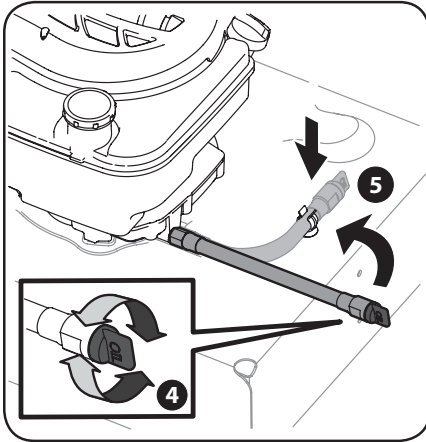

Figura 4-5
- Una vez que se haya terminado de drenar el aceite, enrosque la tapa nuevamente en el extremo de la manguera de drenaje de aceite. Vea la Figura 4-5.